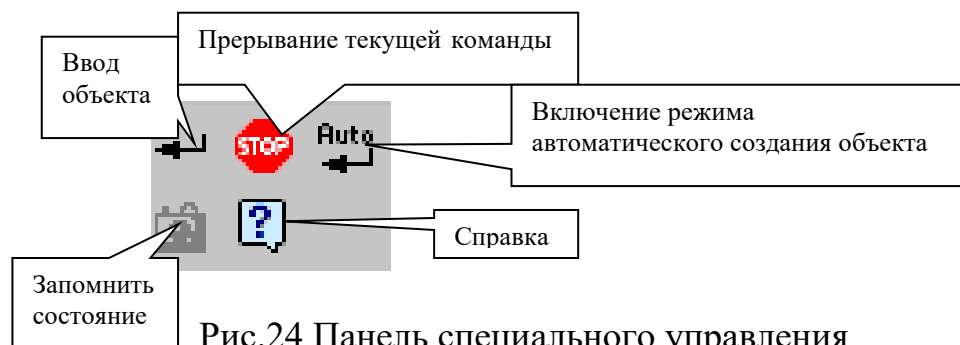

Рис.24 Панель специального управления
**Панель специального управления** (рис.24) – появляется только после вызова какой-либо команды и позволяет редактировать процесс выполнения этой команды: